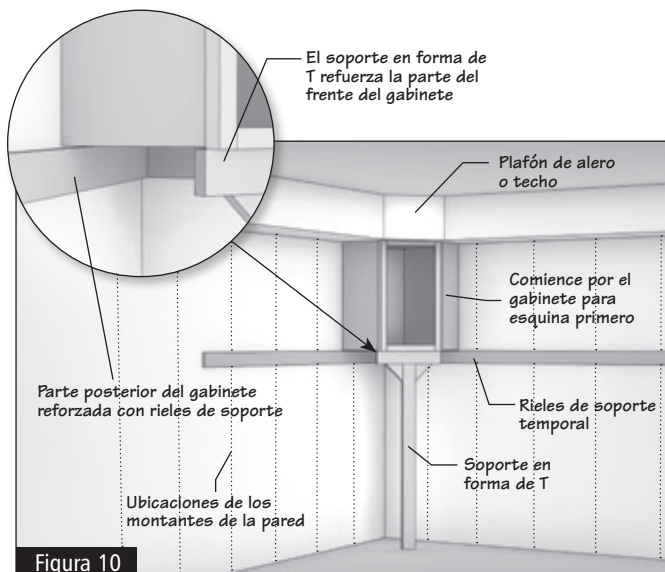

Figura 10
- 3.2** Comience por el gabinete para esquina. Con la ayuda de otra persona, levántelo hasta la posición en el riel de soporte y utilice un soporte en forma de T o 2x4 en la parte del frente para colocar el gabinete en su lugar. Recuerde que es posible que los gabinetes para esquina ciega deban quitarse de la esquina, como se indica en el plan de su cocina. (Figura 10)